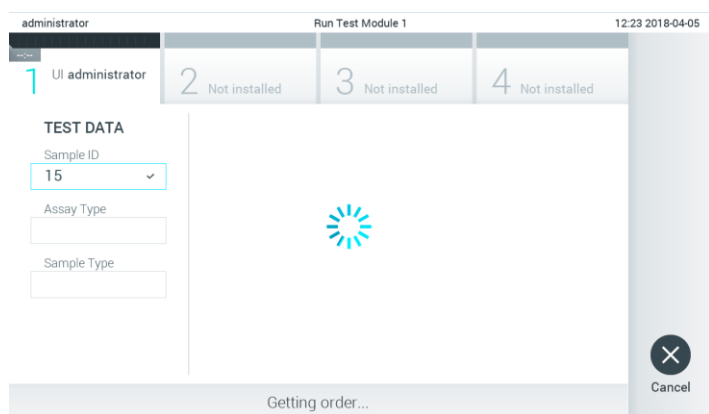

图 70. 检索测试单时的显示。
3. 样本 ID 将被发送到主机，QIAstat-Dx Analyzer 1.0 将等待测试单，并会显示“Getting order...”（正在获取测试单...）消息（图 70）。